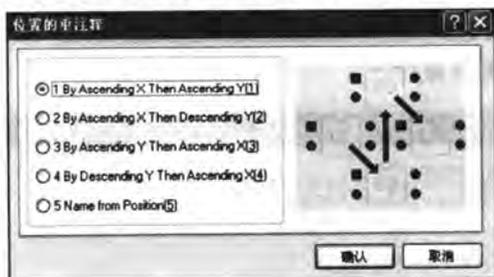

图 11-17 【位置的重注释】对话框
- [2] 执行【工具】/【重新注释】命令,则打开如图 11-17 所示的【位置的重注释】对话框。在该对话框内,按照不同的方向和次序,系统提供了 5 种重注释的编号方式。